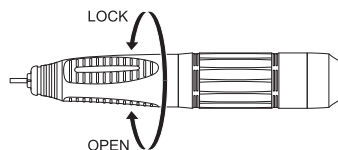

Abb. 7
- 1) Drehen Sie den Spannzangenmechanismus in die Richtung OPEN (wie in Abb. 7 gezeigt), um die Spannzange zu öffnen.
- 2) Drehen Sie den Spannzangenmechanismus in die Richtung LOCK (wie in Abb. 7 gezeigt), bis Sie ein „Klicken“ hören, um die Spannzange zu schließen.